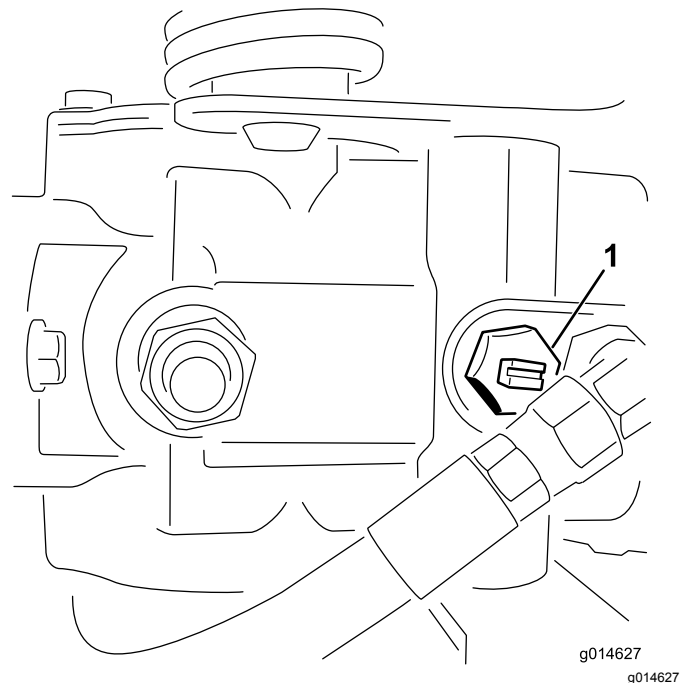

Bild 27
1. Ermitteln Sie das Sicherheitsventil an der Pumpe und drehen es so, dass der Schlitz vertikal ist (**Bild 27**).
2. Schließen Sie vor dem Starten des Motors das Sicherheitsventil. Drehen Sie den Schlitz des Ventils in die horizontale Stellung (**Bild 27**).